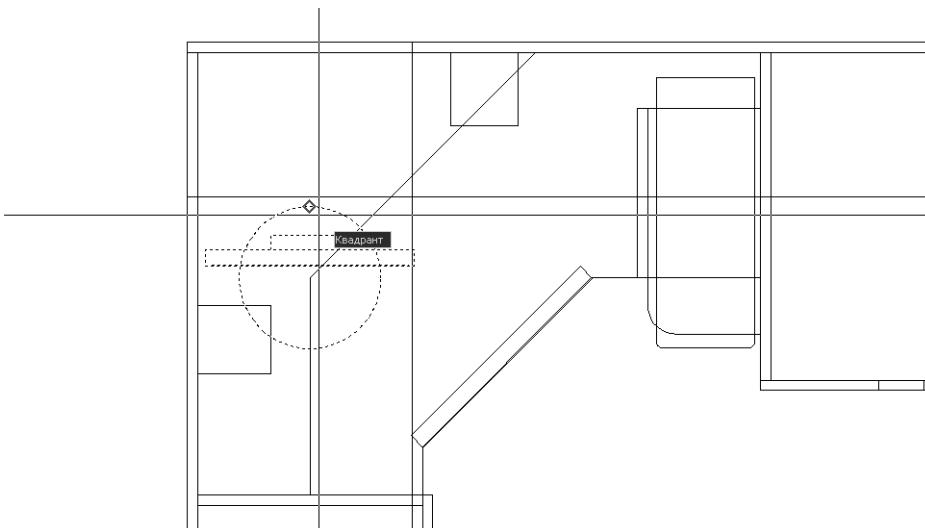

Рис. 5.24 ▼ Выбор верхней точки окружности с помощью режима привязки **Квадрант** (Quadrant)
3. Запустите инструмент **Переместить** (Move) любым из способов (например, введите **п** (M) в командном окне).
5. Переместите указатель-перекрестье к верхней точке окружности и, когда AutoCAD распознает верхний квадрант (рис. 5.24), щелкните для захвата координат этой точки в качестве базовой точки.